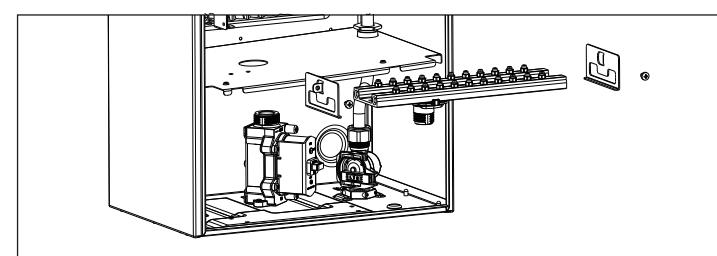

Fig. 14 - Smontaggio componenti
- Svitare le viti laterali di fissaggio del collettore, rimuovere le staffette laterali ed estrarre il collettore del gas (fig. 14)